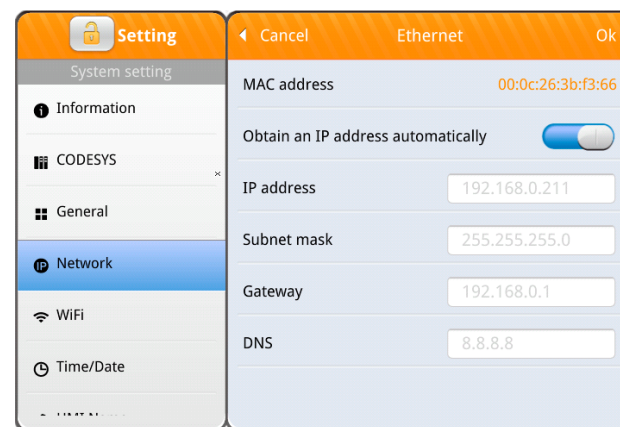

Рисунок 4 – Диалоговое окно настройки IP адреса
При некорректной работе или зависании панели следует использовать аппаратный сброс устройства, кнопка (1) которого расположена на боковой части прибора (рис. 4). Кнопку сброса следует нажимать пластиковым штоком из комплекта поставки или любым другим неметаллическим предметом подходящего диаметра. После нажатия сброса при наличии внешнего питания панель перезагрузится, в противном случае – выключится.
Таблица 4 - Режимы DIP переключателя (2) на боковой панели (Рис.4)